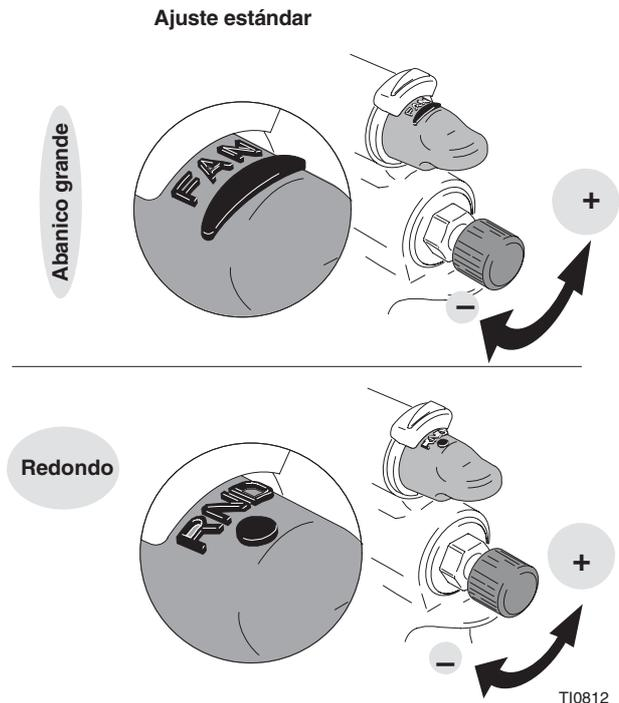

Fig. 8
NOTA: Si se reduce el caudal de líquido o se gira el mando de aire hasta la posición RND se reducirá la anchura del chorro de pulverización. Si se utiliza el **casquillo de aire 197056** se creará un chorro más ancho y muy eficaz. Vea la Fig. 8.
- Cuando aplique por primera vez un fluido, comience con la válvula de líquido, con el máximo de aire y con el mando en posición de pulverización FAN. A continuación, realice los ajustes necesarios. Vea en la Fig. 8 el ajuste para el tamaño del chorro.